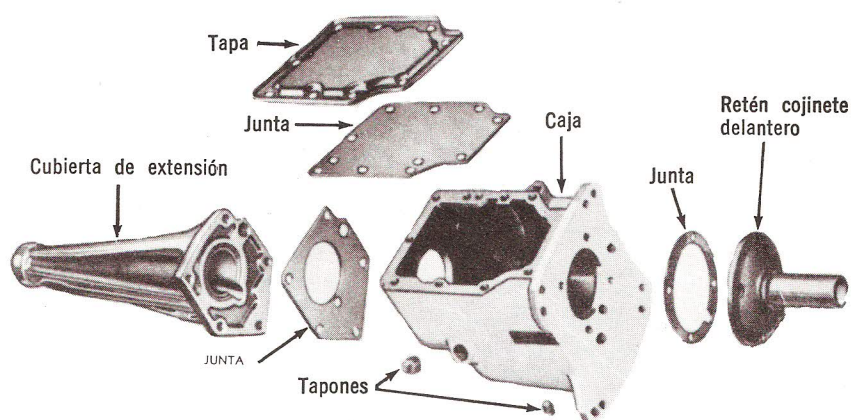

Fig. 4—Caja de la Transmisión y Piezas Relativas.
2. Saque los nueve tornillos que sujetan la tapa de la caja. Quite, de la caja, la tapa y la junta (Fig. 4).